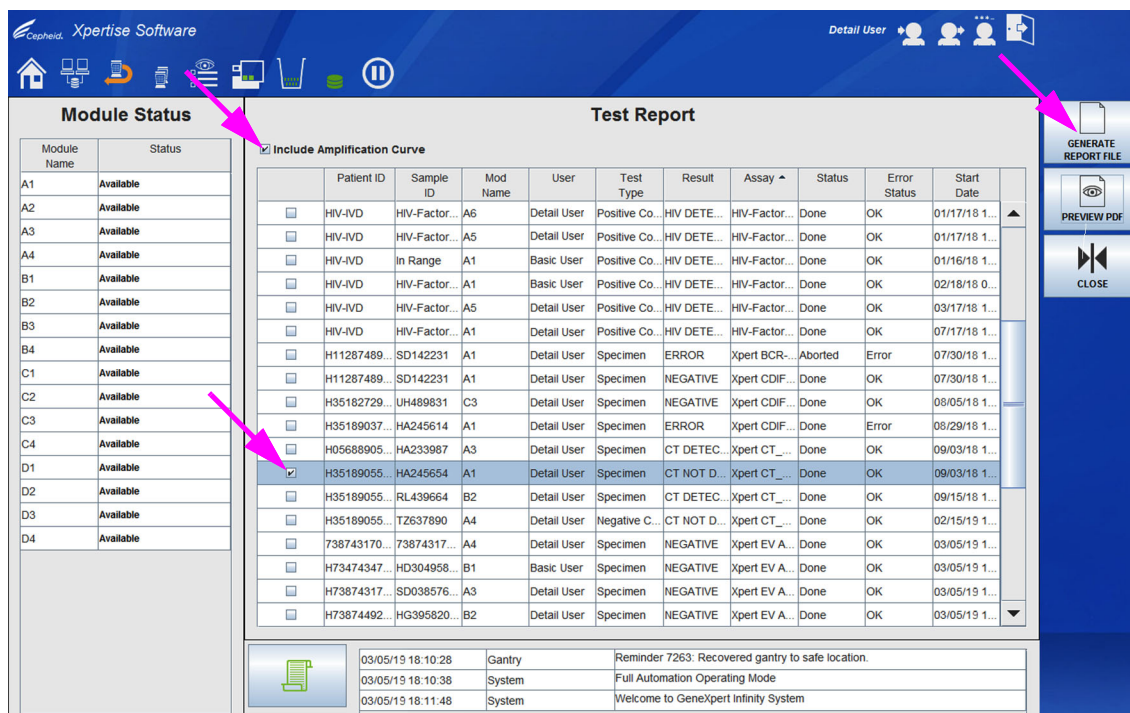

図 5-81. テストレポートワークスペース (管理者と詳細ユーザ)
1. 結果の表示 (View Results) ワークスペースから、**レポート (Report)** ボタンを選択します (図 5-63 を参照)。テストレポート (Test Report) ワークスペースが表示されます。図 5-81 を参照。
2. 左列のチェックボックスを使用して、1つ以上のテストレポートを選択します。図 5-81 を参照。
3. 増幅曲線をテストレポートに含める必要がある場合は、ワークスペースのトップにある増幅曲線を含める (Include Amplification Curve) チェックボックスを選択します。図 5-81 を参照。
- 1) テストレポート (Test Report) ワークスペース (図 5-81 を参照) の**レポートファイルの作成 (GENERATE REPORT FILE)** ボタンを選択して、テストレポートの PDF ファイルを作成します。「レポートファイルの作成 (Generate Report File)」ダイアログボックスが表示され、そこで特定の場所にファイルを保存できます。その場所に移動したら、**保存 (SAVE)** を選択します。